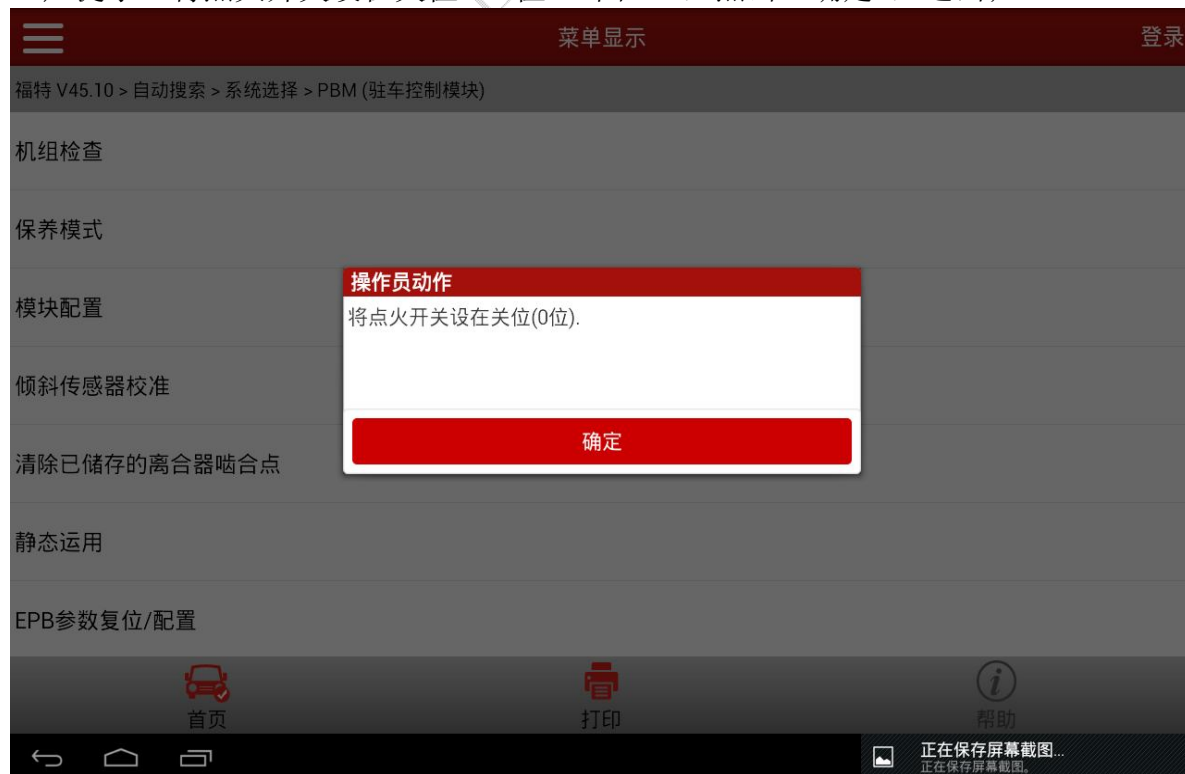

图 12
12). 提示：将点火开关设在关位（0位）（图 12），点击“确定”，退出；